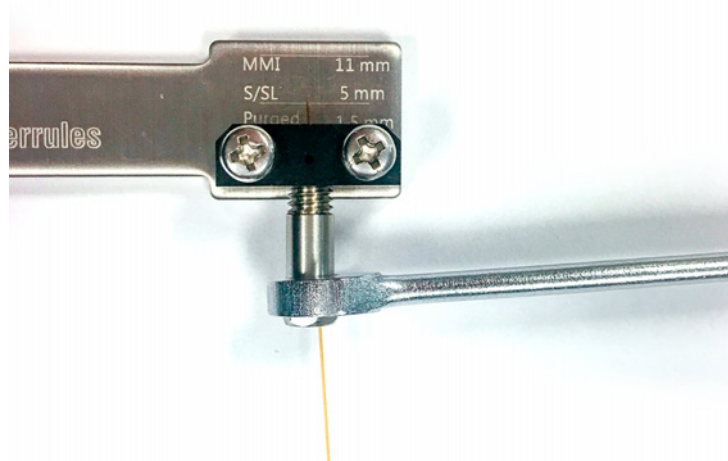

Abbildung 16. Anziehen der Säulenmutter
- c** Überprüfen Sie, ob die Ferrule die Säule greift. Wenn ja, hören Sie auf. Wenn nicht, ziehen Sie die Säulenmutter in kleinen 5- bis 15-Grad-Schritten weiter fest. Überprüfen Sie nach jedem der Schritte, ob die Ferrule die Säule greift. Hören Sie sofort auf, wenn sie greift. Siehe **Abbildung 16**.